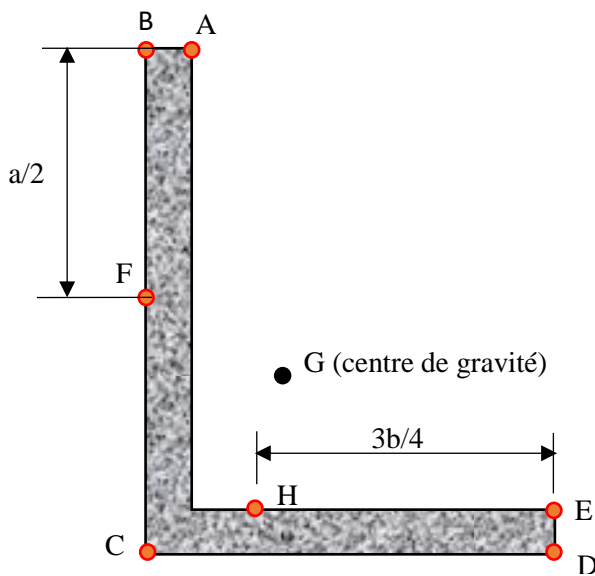

Figure 3: Section de la cornière
- calculer les contraintes normales dues à la flexion aux points A, B, C, D, E (Figure 3) et les représenter par un schéma clair ;
- calculer les contraintes normales dues aux moments de flexion aux points A, B, C, D, E, F, H (Figure 3)